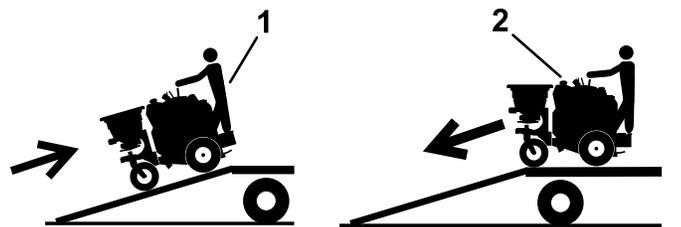

Figure 55
5. Montez la rampe en marche arrière (Figure 55).